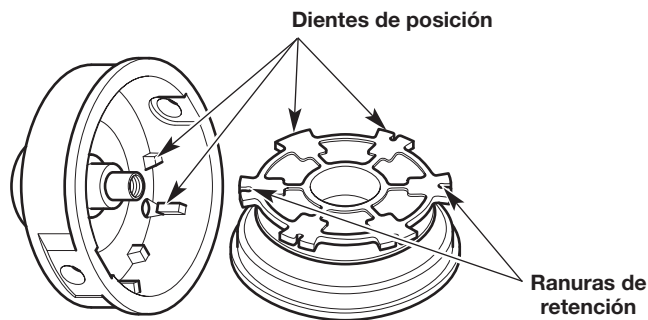

Fig. 18
6. Controle los dientes de posición y las ranuras de retención para detectar si están desgastados (Fig. 18). Si es necesario, elimine las rebabas o reemplace el carretel interior y la bobina exterior.